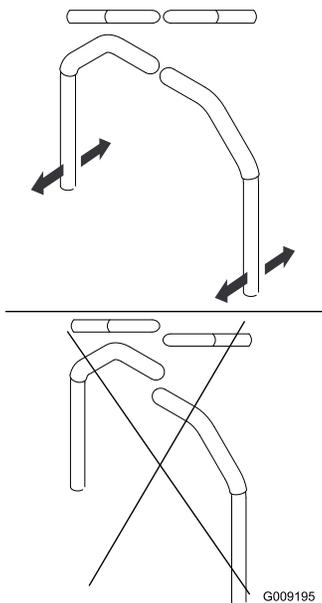

Figure 81
4. Réglez l'alignement avant/arrière des leviers en les plaçant tous deux à la position POINT MORT, puis faites-les coulisser jusqu'à ce qu'ils soient alignés, et resserrez les boulons (Figure 81).